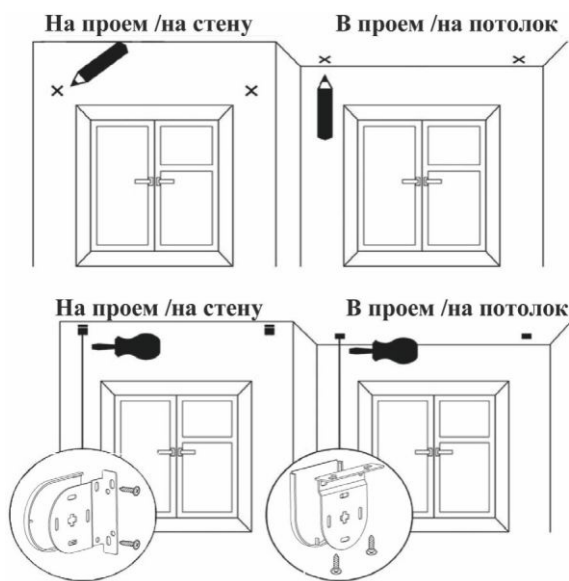

Рис.1. Разметка и установка кронштейнов
2. Разметить предполагаемые места крепления кронштейнов (Рис.1), расстояние между которыми зависит от типа размеров в заявке: